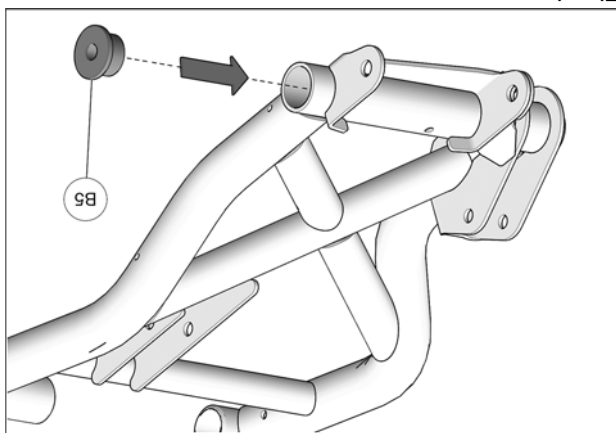

Fig. 4
4. Insérer la T-bague (B5) dans l'ouverture du bras de suspension inférieur qui fait face à l'avant du véhicule. Voir la Fig. 4